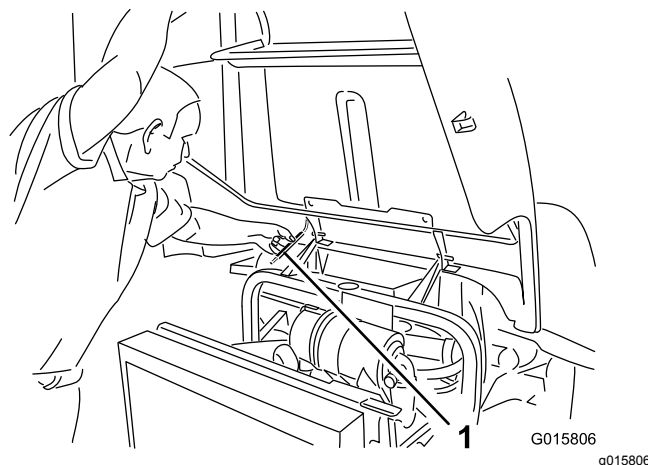

Figura 31
2. Eleve o capot até conseguir posicionar a barra de apoio atrás do tubo do chassis (Figura 31).